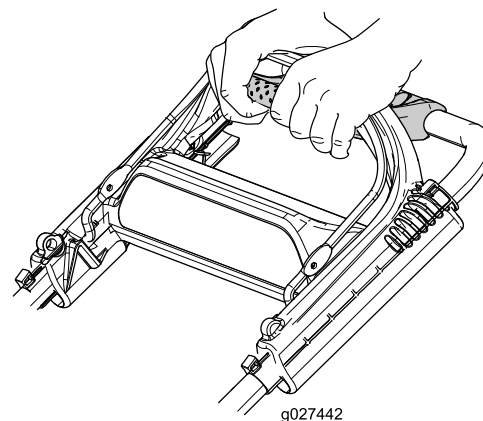

Figure 16
1. Saisissez les coins de la poignée d'aide au déplacement du bout des doigts (Figure 16).